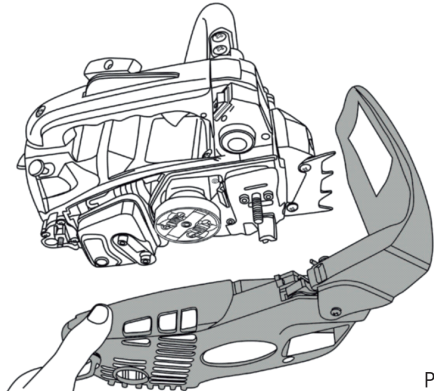

Рис. 3 Снятие прижимной крышки шины
2. Снимите прижимную крышку (рис.3)